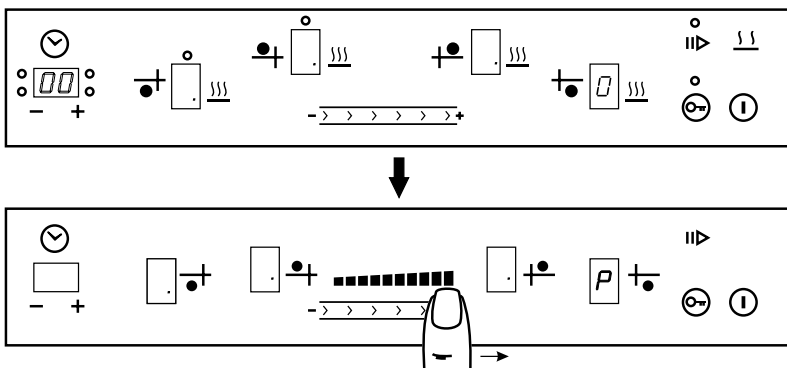

Рис.4
1. Коснуться зоны ② с обозначением выбранной конфорки, после чего конфорка перейдет в режим управления. В соответствующем окне индикации режима нагрева ярко загорится «0» (рис. 4), во всех остальных окнах выбора индикатор будет гореть тускло.